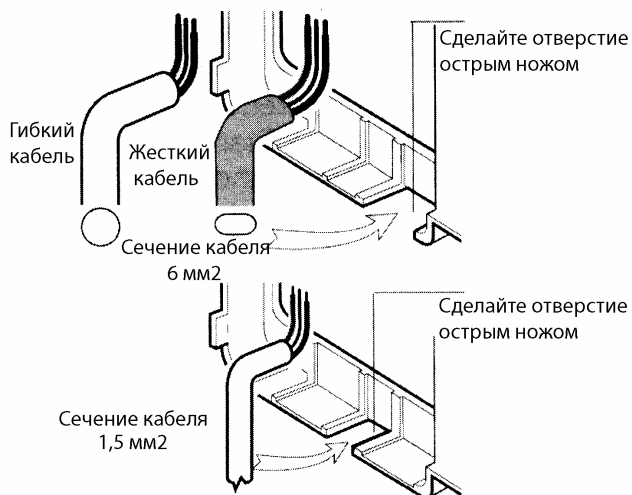

Рис. 5 Отверстия для электрического кабеля
5.8 Кабель может быть установлен сзади (рекомендуемый вариант) или снизу. В задней крышке предусмотрены места для прокладки кабеля двух размеров. При выборе подсоединения снизу до установки водонагревателя на стену острым ножом сделайте соответствующее отверстие для кабеля (см. рис. 5).